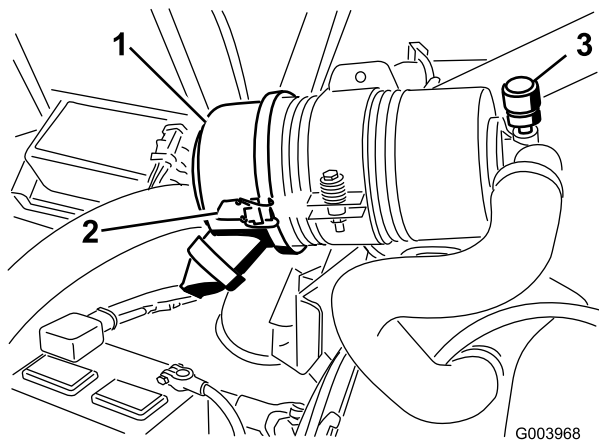

Figure 35
Faites l'entretien du filtre à air uniquement quand l'indicateur de colmatage (Figure 35) indique que cela est nécessaire. Changer le filtre à air prématurément ne fait qu'accroître le risque de contamination du moteur par des impuretés quand le filtre est déposé.
1. Desserrez les fixations qui maintiennent le couvercle sur le corps du filtre à air (Figure 35).